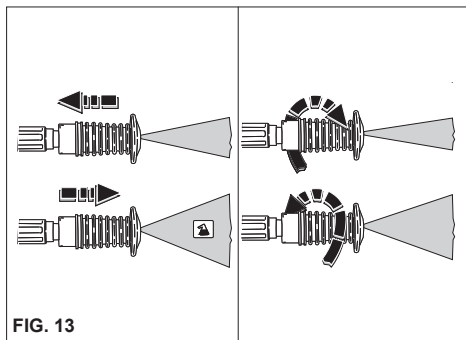

FIG. 13
### USO DE LA BOQUILLA REGULABLE MULTIREG (fig. 13)
- Cuando no utilice la hidrolimpiadora, cierre el dispositivo de seguridad de la empuñadura. (fig. 13)
2) Accionar la hidrolimpiadora, activar el mando de aspiración del detergente que se encuentra en la lanza (fig. 13) y cubrir la superficie por lavar actuando de abajo hacia arriba. Dejar que haga efecto durante algunos minutos.